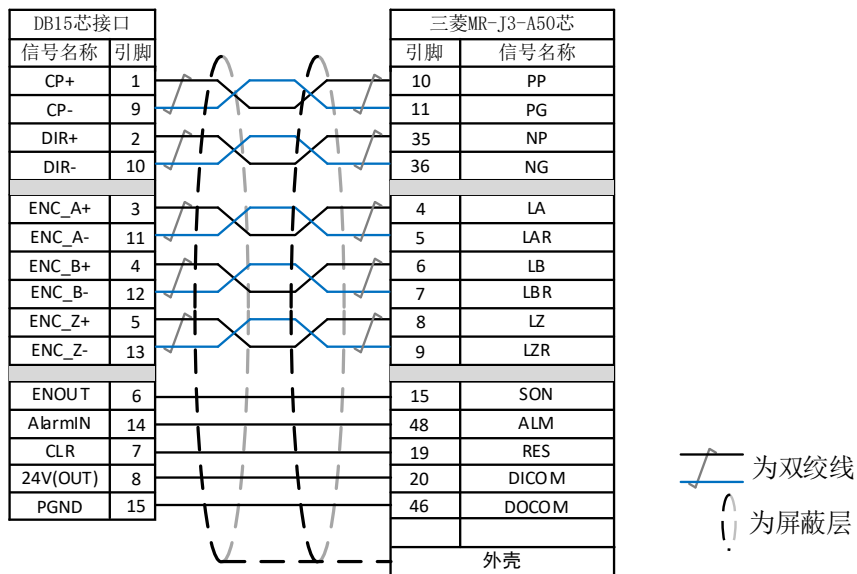
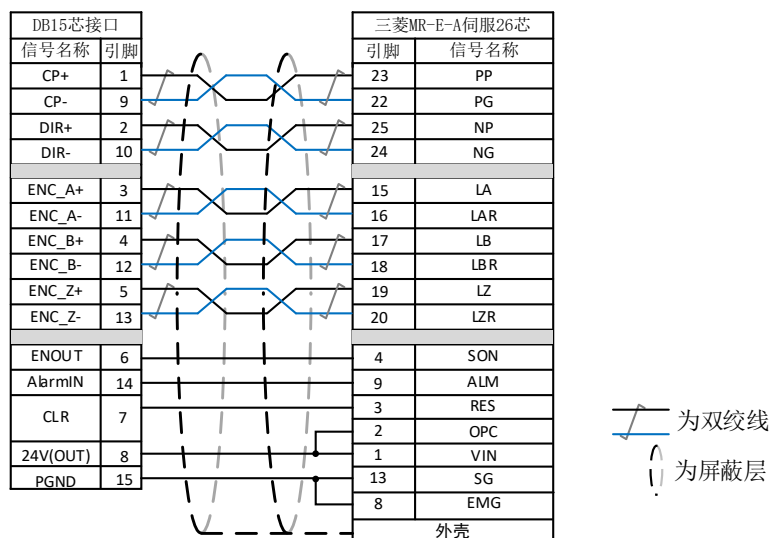

图 2.13 三菱 J3 系列接线图
图 2.14 三菱 E 系列接线示意图
2.1.3.8 三菱接线如图 2.13 和图 2.14 所示